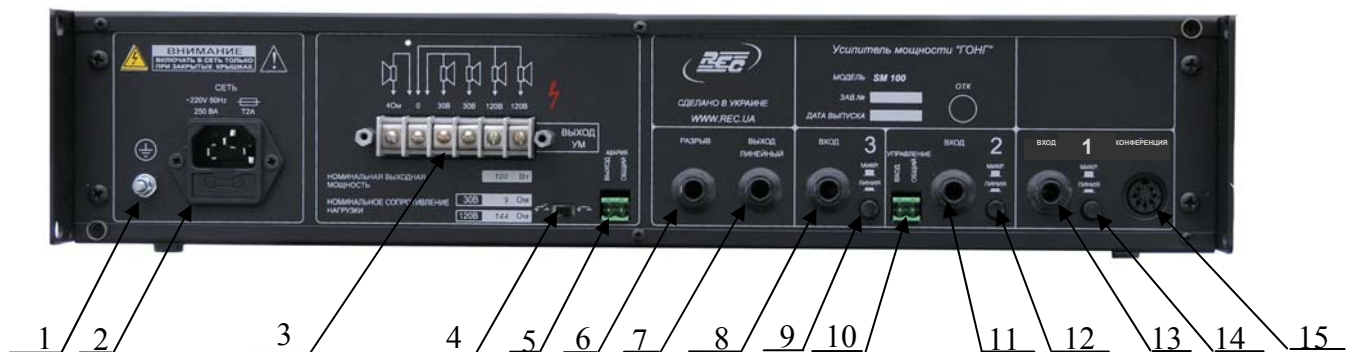

Рисунок 2
– при использовании УМ с пассивными источниками НЧ-сигнала (пульта конференцсистем, микрофоны и т. п.) переключатель  (поз.4, рисунок 2) устанавливать в замкнутое положение («схемный» общий провод подключен к корпусу УМ);
Клемма  (поз.1, рисунок 2) является дополнительной и может быть использована для дополнительного (страховочного) заземления.